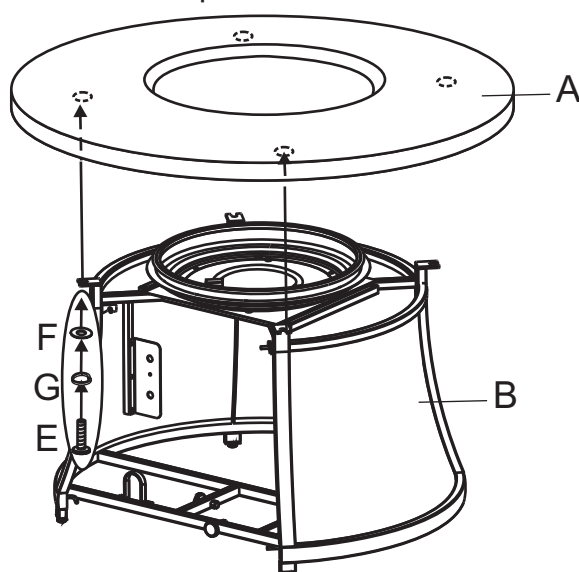

Figure 3
1. Avec l'aide d'une autre personne, placer soigneusement la table haut sur la table de base. Après avoir fait les ajustements nécessaires à l'alignement de la table et la base, utilisez les boulons, les rondelles et les rondelles telles qu'illustré à la Figure 3. Guider le boulon dans le trou dans le support de base dans le trou préalablement percé sur le dessous du plateau. Ne pas serrer complètement.